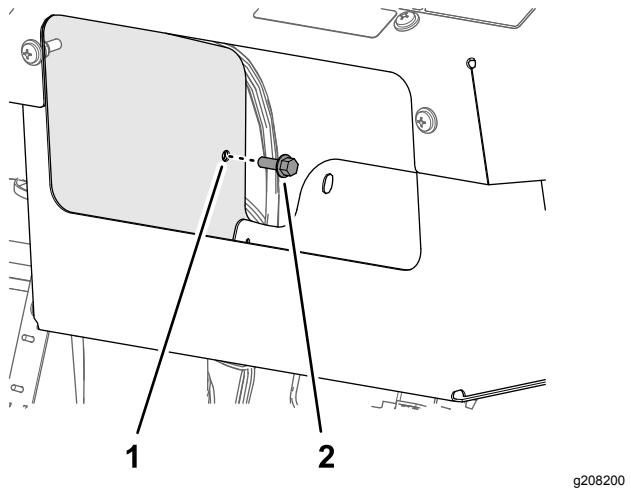

Figura 20
- Dall'interno del vano portaoggetti, inserite un bullone a testa flangiata ($\frac{1}{4}$ " x $\frac{3}{4}$ ") attraverso il foro nella parete interna del vano (Figura 20).